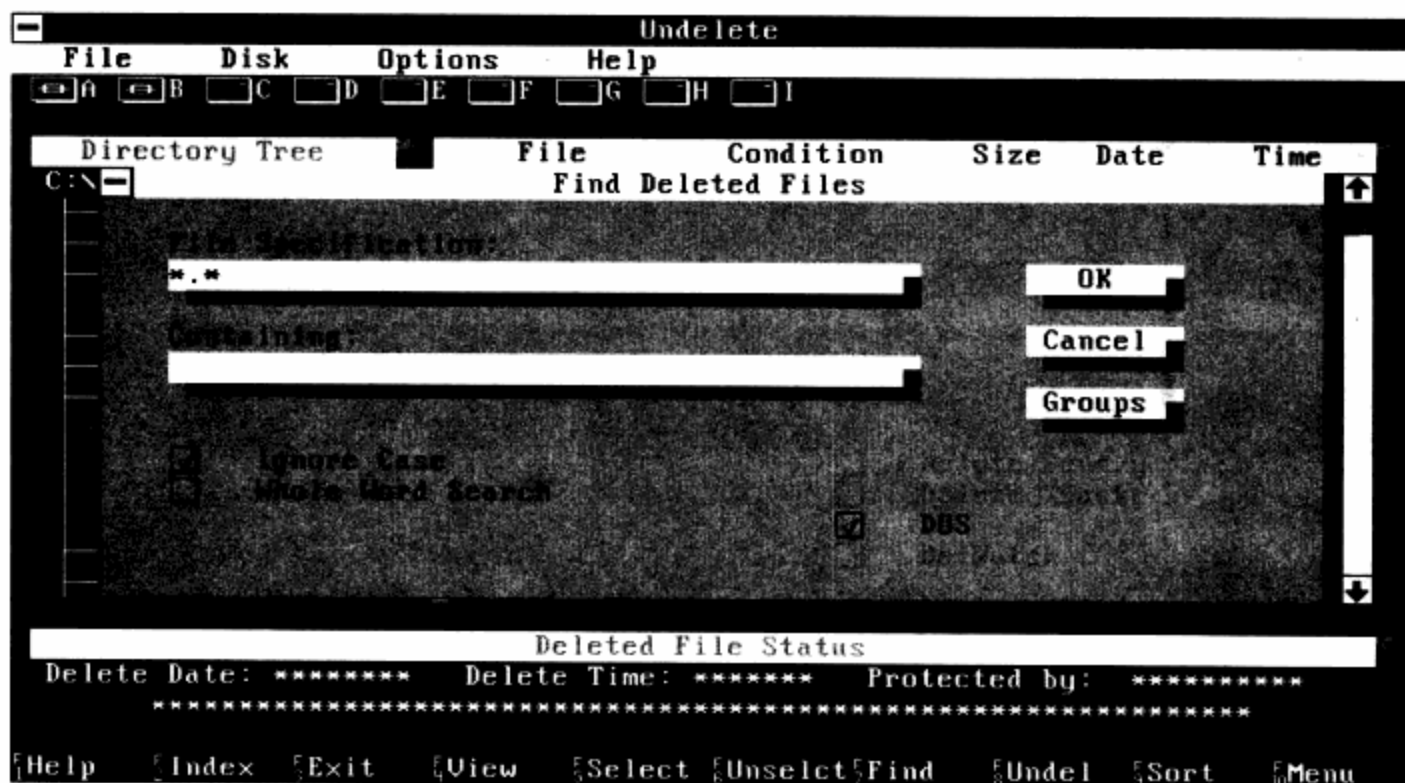

图13-32 Undel的被删除文件查找菜单
**步骤 02** 选择File→Find Deleted Files命令, 按Enter键后出现被删除文件查找菜单。如图13-32所示。